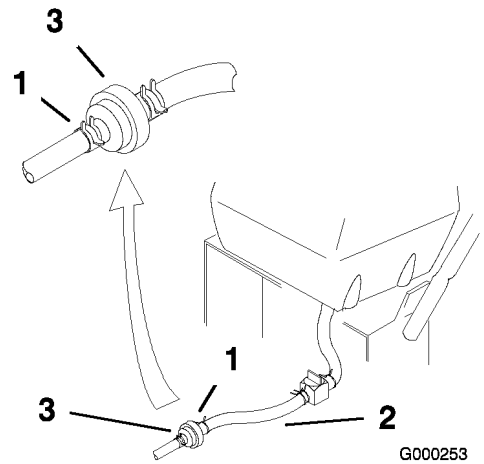

Figura 34
3. Apriete los extremos de las abrazaderas y deslícelas por el tubo alejándolas del filtro (Figura 34).